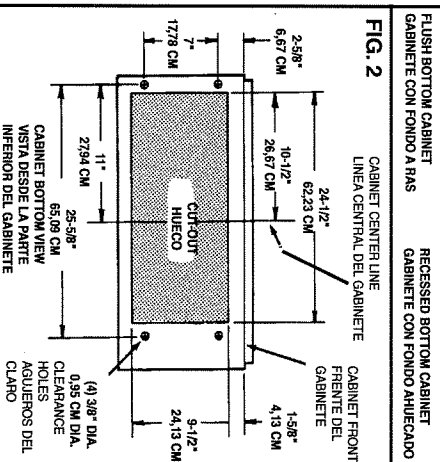

FIG. 2
1. **Mark and cut-out cabinet bottom.** (FIG. 2)
Prepare the cabinet bottom as shown in Figure 2. Be sure to locate the cut-out and four holes from the front of the cabinet to assure a flush mount.
1. **Marque y corte el hueco en la parte inferior del gabinete.** (FIG. 2)
Prepare la parte inferior del gabinete como se muestra en Fig. 2. Asegúrese que localice el hueco y los cuatro agujeros desde la parte frontal del gabinete para asegurarse que se monte a ras.